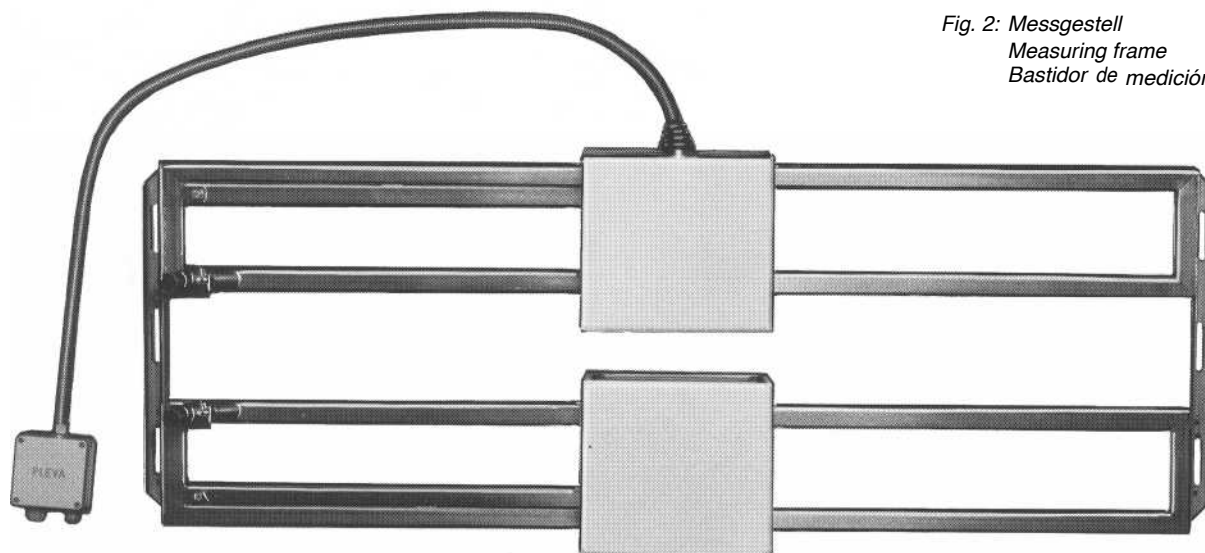

Fig. 2: Messgestell
1. Messgestell (Fig. 2, Fig. 9)
1. Measuring frame (Fig. 2, Fig. 9)
1. Bastidor de medición (Fig. 2, Fig. 9)